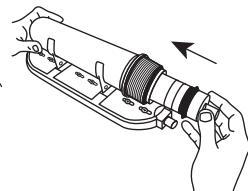

Рис. 19
5.8.5. Установите мембранию в корпус. (Рис. 19).